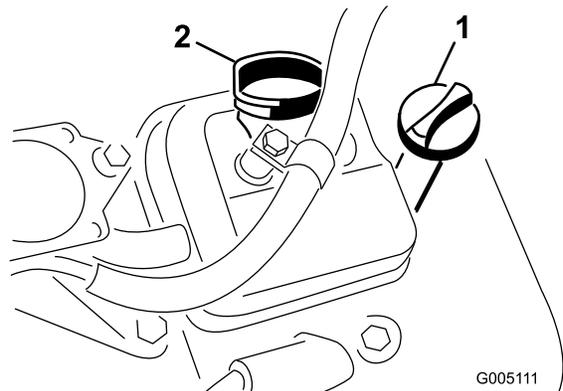

图25
3. 将量油尺拧入量油尺管道中，并确保它完全插入（图25）。